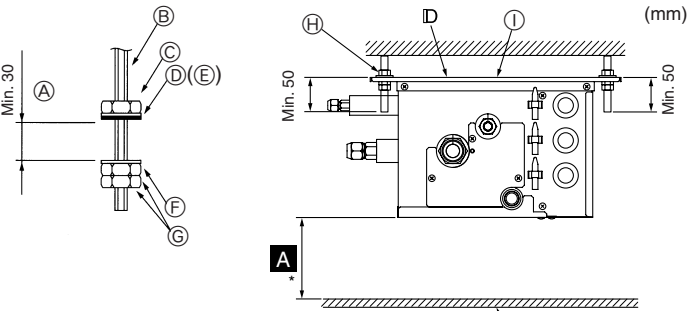

Fig. 6-1
- (2) Fissare rondelle e dadi (①, ②, non in dotazione) sui bulloni di sospensione. (Fig. 6-1)
- (3) Appendere l'unità ai bulloni di sospensione.
- (4) Serrare completamente i dadi (controllare l'altezza del soffitto).
- (5) Usare una livella per regolare in bolla la scatola delle derivazioni.
- D Rondella (con spessore) ①
- F Rondella (senza spessore) ②